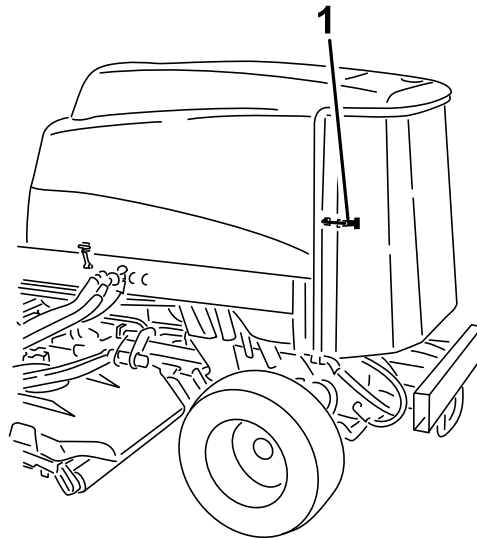

Figura 112
2. Destranque e abra o painel traseiro (**Figura 112**).